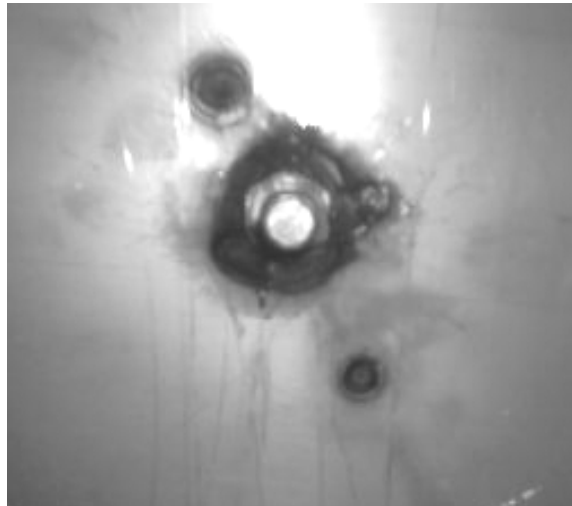

FIGURE 2: NON APPROUVÉ
4. Si le goujon est du type démontré à la Figure 2, installer un nouveau goujon (Prévost #380360) en complétant les étapes suivantes: